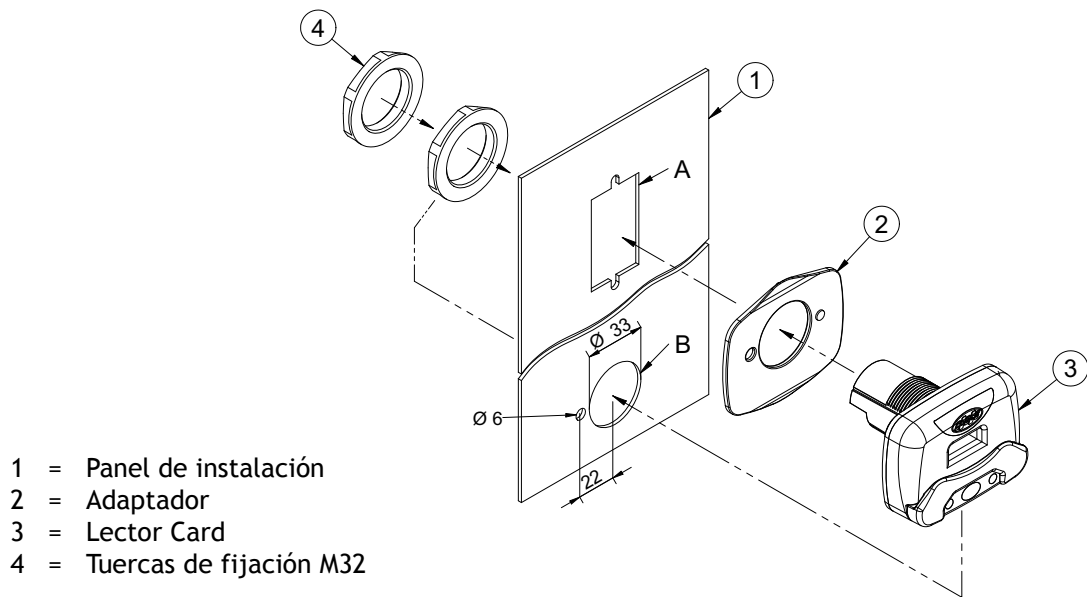

fig. 43
Para instalar el Lector de llave y tarjeta Card es suficiente practicar en la superficie de instalación un agujero de diámetro 33 mm con una fresa de taza, que se puede encontrar fácilmente en las tiendas especializadas. Realizar un segundo orificio a la izquierda del primero, con diámetro 6 mm, distancia entre los ejes 22 mm, como se indica en la fig. 43 (B). Introducir el Lector y fijarlo utilizando ambas tuercas que se han entregado.